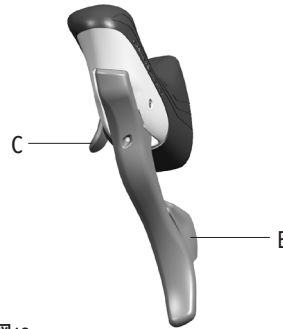

図13
- ・ 左側エルゴパワーのレバーB (図13) はフロント・ディレイラーを動作させ、チェーンをアウター・チェーンリングに移動させます。
- ・ レバーC (図13) はフロント・ディレイラーを動作させ、チェーンをインナー・チェーンリングに移動させます。